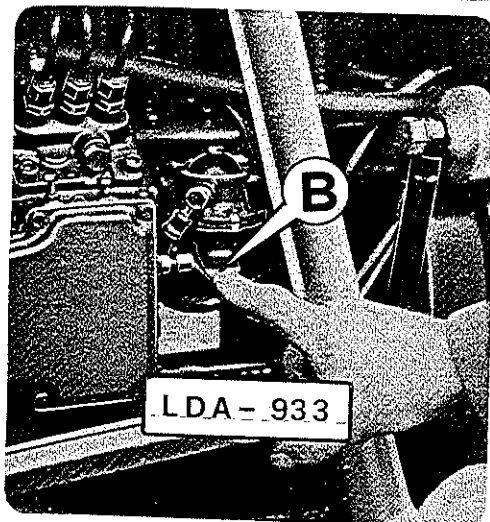
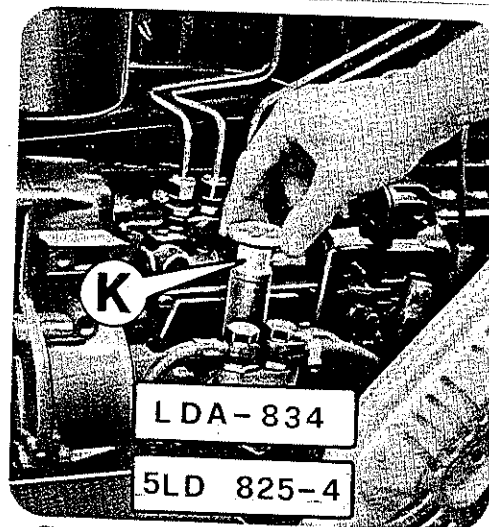

Fig. 40
Fig. 41
- 2) Agire sulla levetta B (Fig. 40) o pomolo K (Fig. 41) finché dalla vite di spurgo A (Fig. 38-39) esca nafta priva di bolle d'aria
- 2) Act on priming pump control lever B (Fig. 40) or control knob K (Fig. 41), until fuel with no air bubbles flows out of bleed screw A (Fig. 38-39)
- 2) Agir sur le levier B (Fig. 40), ou bien sur la poignée K (Fig. 41), de commande de la pompe d'allumage jusqu'à ce que du carburant ne présentant pas trace de bulles d'air s'écoule hors de la vis de purge A (Fig. 38-39).
- 2) Accionar sobre la palanquita B (Fig. 40) o pomo K (Fig. 41), mando bomba cebadora hasta que del tornillo de purgación A (Fig. 38-39) salga gasoil libre de pompas de aire.